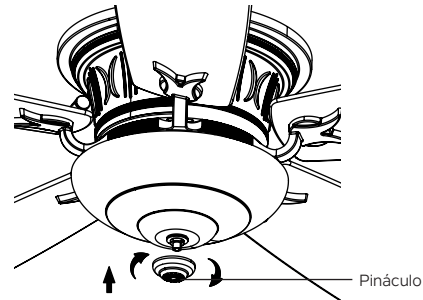

Figura 25
Paso 4. Atornille el remate a la varilla roscada y apriete firmemente. (Figura 25)
Paso 2. Instale la placa de metal y la placa de pared “CoolTouch” en la caja de salida existente en la pared con los 4 tornillos provistos. Luego coloque los dos tapones de plástico en la placa de pared. (Figura 25)